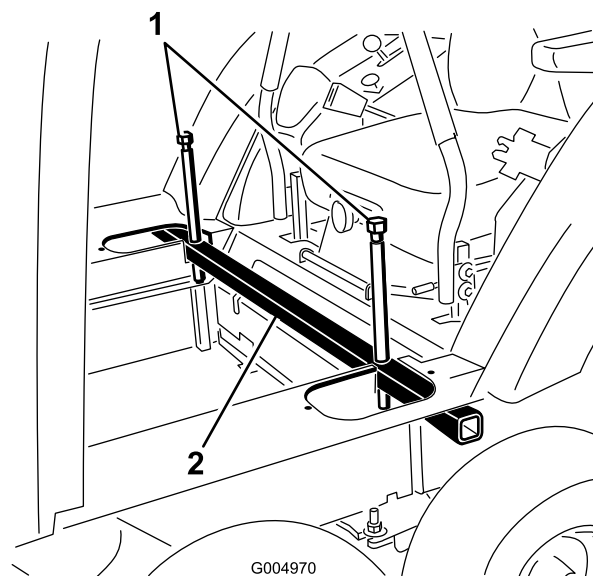

Figure 83
22. Montez les tube de levage de la cabine dans les découpes du plancher de la cabine (Figure 83). Serrez les boulons de levage jusqu'à ce que les extrémités coniques passent par le trou dans le panneau de plancher et touchent juste le cadre.